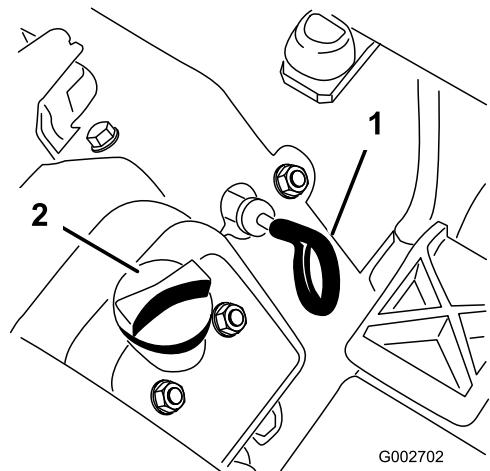

Figura 24
3. Para que no entre tierra, recortes de hierba, etc., en el motor, limpie la zona alrededor del tapón de llenado/varilla de aceite antes de retirarlo (Figura 24).
4. Saque la varilla (Figura 24) y límpiela con un paño limpio.